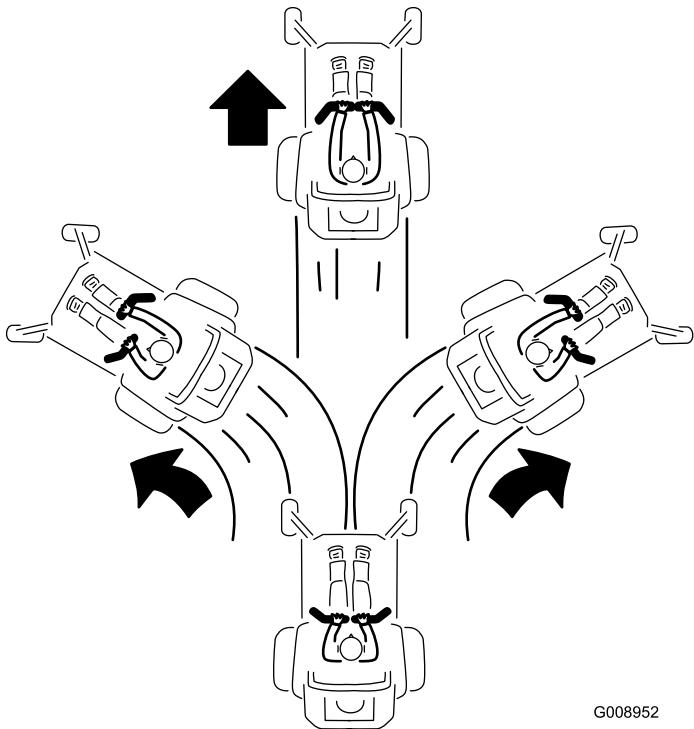

Figure 25
- Pour vous déplacer en marche avant, poussez doucement les leviers de commande de déplacement vers l'avant (Figure 25).